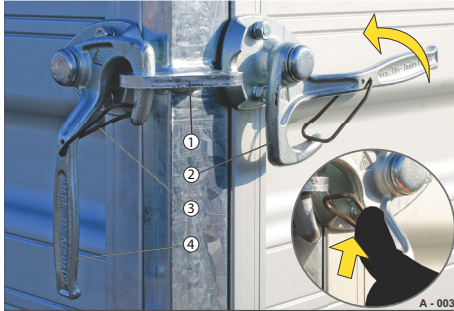

Abb. 8 Winkelhebelverschluss, HTK, HT, Koffer, Pferd
- ▶ Zuhaltfeder (Abb. 8/3) eindrücken und den Winkelhebel (Abb. 8/4) gleichzeitig ganz aufdrehen, dass dieser aus der Öse (Abb. 8/1) ausfährt.
- Der Haken (Abb. 8/2) wird freigegeben.